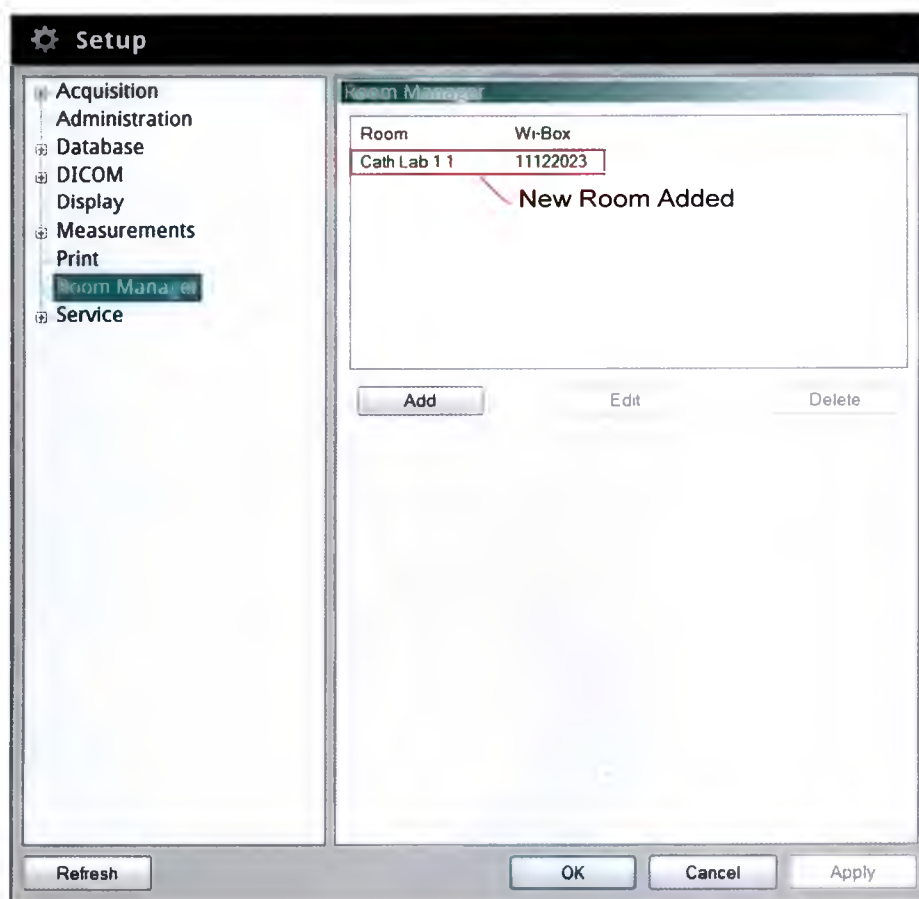

Рисунок 10-20: Диспетчер помещений: Добавленное новое помещение
8. Нажмите **ОК**. Добавленный номер отображается в **Room Manager** (Диспетчере помещений) (См. Рисунок 10-20 на стр. 10-33).